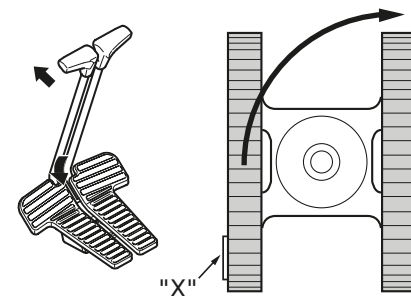

Figura 30
4. Giros en pivote (Figura 30) se realizan girando solo una pista hacia adelante o hacia atrás. La máquina girará sobre la pista que no se mueve.
5. Giro en espiral (Figura 30) se realiza girando una oruga hacia adelante y una oruga hacia atrás. La máquina girará alrededor de su punto central, por lo tanto contragiro.